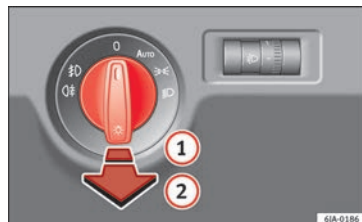

Fig. 132 Painel de instrumentos: comando de luzes.
- Em primeiro lugar, rode o interruptor da luz » Fig. 132 para a posição $\Rightarrow$, $\Rightarrow$ ou $\Rightarrow$.
- Coloque o comando de luzes na posição ①.
- Em primeiro lugar, rode o interruptor da luz **» Fig. 132 » Página 132** para a posição ou .